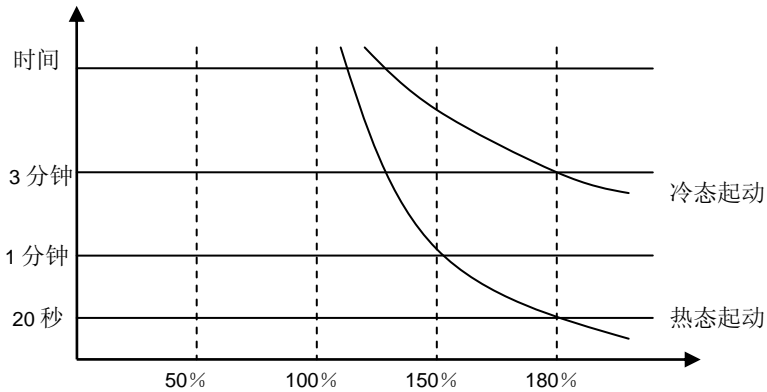

图 6-32 电子热保护
- 为了对不同的电机进行过热保护, 可通过 **F9-01** 的值来设定电机过载时的电流曲线。如图 6-32 所示。